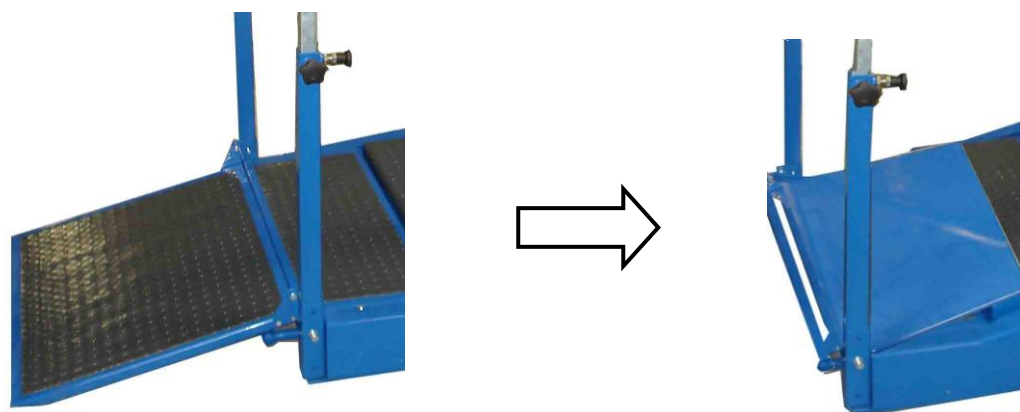

Рисунок 4 – Подготовка тренажера к перемещению
- сложить переднюю рампу на 180 градусов, см. рисунок 4;